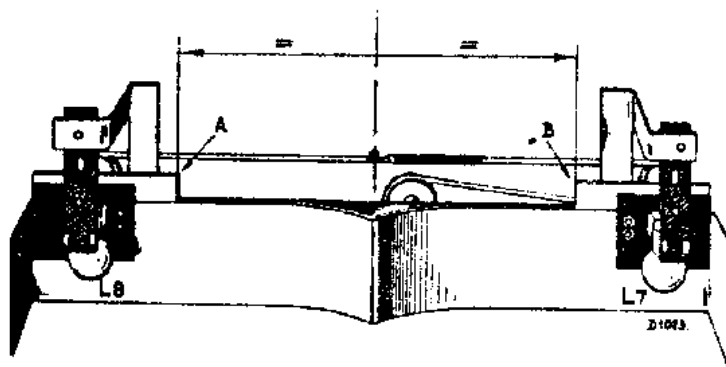

Fig. 5
15. Voor het stellen van de trommel (variabele condensator) wordt een signaal op 350 m. (857,1 Kc.) aan de antennebus toegevoerd, waarop het toestel afgestemd wordt. De trommel wordt nu zoo gesteld, dat het nippeltje in het aandrijfbandje, dienende voor het meenemen van de looper, precies tusschen de punten A en B (fig. 5) komt.